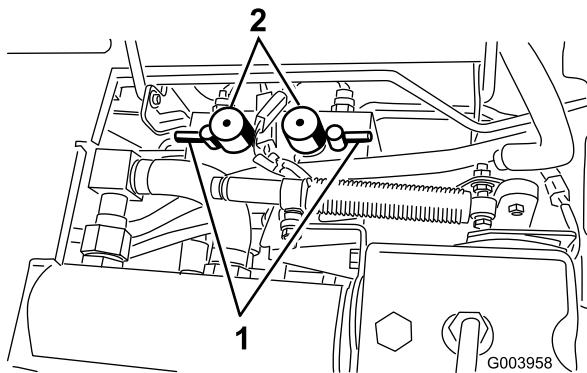

Figura 82
5. Ponga los mandos de velocidad de ambos molinetes en la posición 1 (Figura 82).
6. Seleccione la palanca de autoafilado correspondiente a los molinetes a autoafilurar: delantero, trasero o ambos (Figura 82).